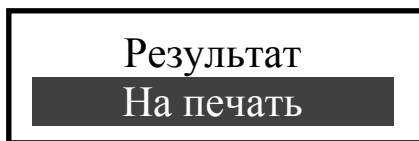

Рисунок 17 – Вывод протокола на печать
2.6.16 Для печати протокола через 1-2 секунды после вывода результата на дисплей нажмите кнопку ввода. На дисплее появится окно вывода протокола на печать (рисунок 17).
2.6.17 Если в термопринтере не установлена (закончилась) бумага, то по нажатию кнопки ввода для вывода протокола на печать (рисунок 17), на дисплей выводится сообщение «Нет бумаги» (рисунок 19).
В случае отказа обследуемого от проведения измерения (обследуемый отказывается делать выдох) в анализаторе предусмотрена возможность зафиксировать факт отказа от измерения; для этого выберите «**Отказ**»; на дисплее появится окно «Вывод протокола на печать» (рисунок 17).